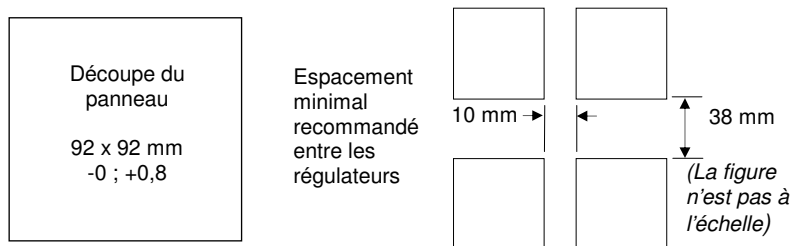

Figure 2-2 : découpe du panneau et espacement minimal entre les régulateurs
1. Préparer la découpe du panneau à la taille indiquée sur la figure 2-2. Veiller à ce qu'il y ait suffisamment de place entre les appareils, suivant les dimensions minimales indiquées sur la figure 2-2. Veiller également à ce que le régulateur ne soit pas installé à proximité d'un appareil susceptible de dégager une chaleur importante risquant de perturber le fonctionnement du régulateur.